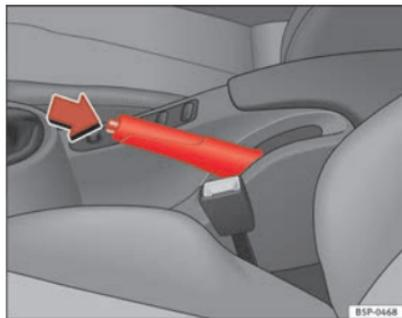

Abb. 146 Handbremse zwischen den Vordersitzen
⇒ Abb. 146.
- Ziehen Sie den Hebel etwas nach oben, drücken Sie die Entriegelungstaste in Pfeilrichtung ⇒ Abb. 146 und führen Sie den Handbremshebel ganz nach unten ⇒ ⚠.